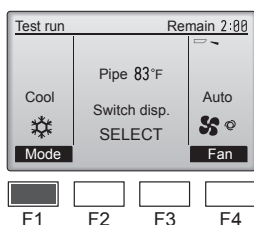

Fig. 7-3
1. Appuyez sur la touche [F1] pour changer de mode de fonctionnement. (Fig. 7-3)